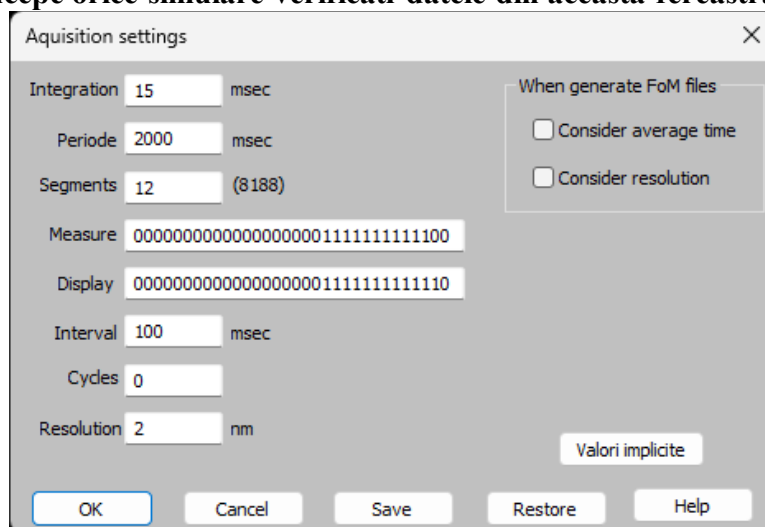

Fig. 6.6.17.3
- **Settings** – Asa cum s-a afirmat mai sus semnalul masurat de spectrometrul fotometrului GSM1101 este afectat de zgomotul spectrometrului. Ptr. a se micșora zgomotul se masoara mai multe spectre succesive dupa care se face media. Problema este ca spectrele succesive nu sunt ptr. aceeasi grosime (in special cand rata este relativ mare sau se evaporata materiale in indici mari). De asemeni rezolutia spectrala a spectrometrului nu este infinita motiv ptr. care spectrele sunt afectate si de acest fenomen (similar cu masurarea unor filtre interferentiale de banda ingusta cu un spectrofometru cu largimea spectrala a fantei mai mare decat largimea spectrala a filtrului). Ptr. a corecta aceste fenomene prin apasarea butonului **Settings** se creaza fereastra din Fig. 6.6.17.3. Fereastra are urmatoarele campuri active: